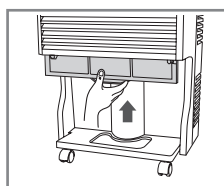

Fig.5
5. Después de la limpieza, ensamble el filtro de aire a la parrilla frontal. (Fig.5)